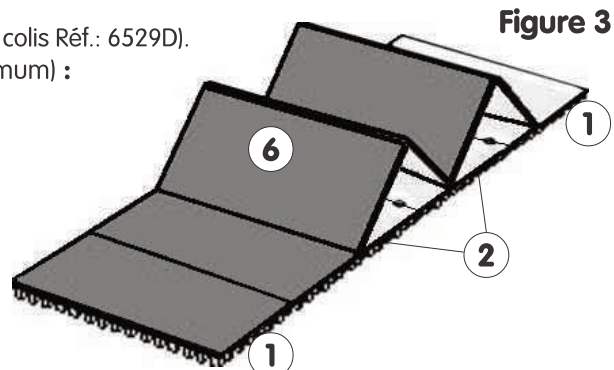

Figure 3
- Déplier la piste Mousse "accordéon" (6) (face blanche visible) alignée sur le plancher (suivant Fig. 3).
- Dérouler la moquette (7) alignée sur la piste Mousse (6).